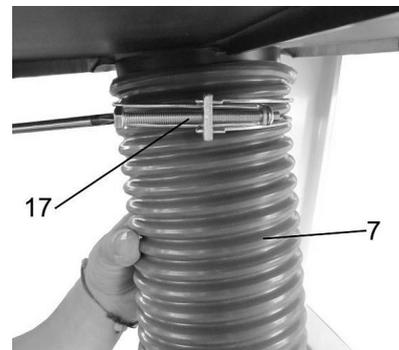

Abb. 7: Schlauchbefestigung
Schritt 5: Führen Sie eine Schlauchbefestigung (17) über den Absaugschlauch (7) bis zum Anschlag auf den Absauganschluss des Gerätes und befestigen Sie ihn mit der Schlauchklemme laut Abb. 7.